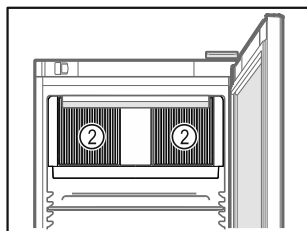

Fig. 62
- Hoidke ringlusõhupuhuri ventilatsioonipilud Fig. 62 (2) siseruumis vabad.